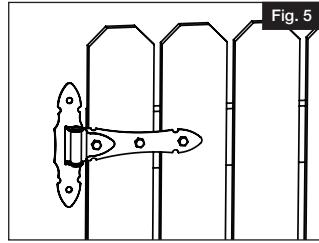

Fig. 5
- d. Apriete los tornillos suministrados (Fig. 5).